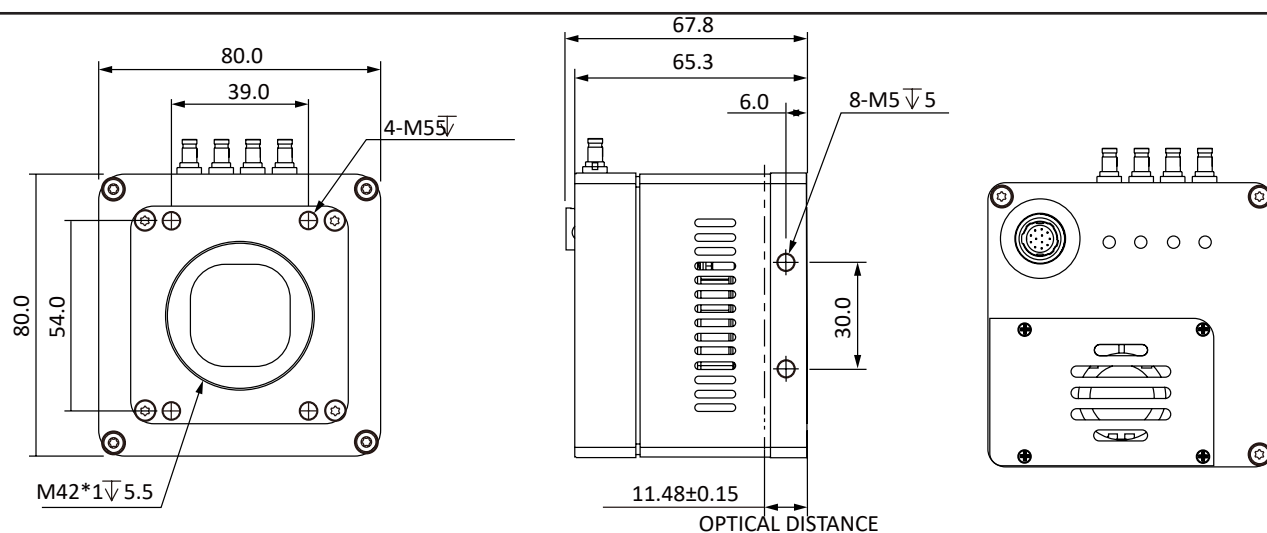

图 1-5: 80 * 80 * 65.3mm 相机的物理尺寸 (M42 接口)。
- $80 \times 80 \times 65.3\text{mm}$ M42 接口相机尺寸图如图 1-5 所示。